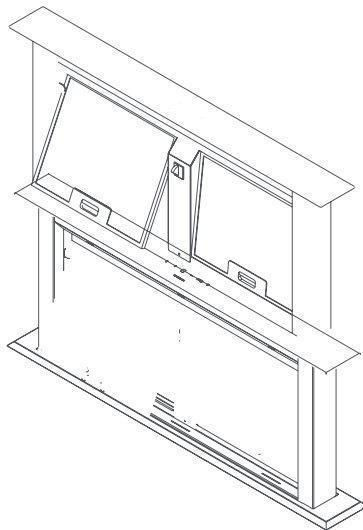

Fig. 6
2. ➞ Afmonter fedtfilterne ved at trykke på palen i grebet (Fig. 6).